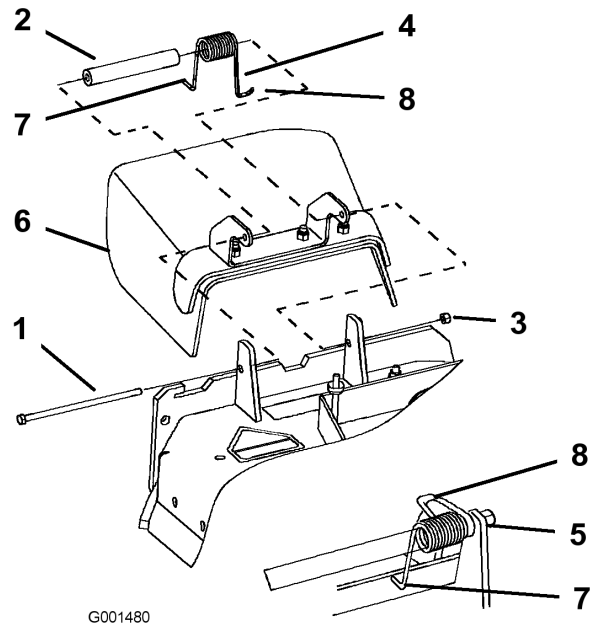

Figura 62
1. Retire la contratuerca, el perno, el muelle y el espaciador que sujetan el deflector a los soportes de pivote (Figura 62). Retire el deflector de hierba dañado o desgastado.